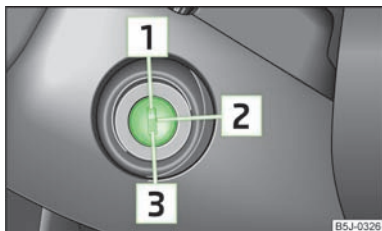

Abb. 79
- Das Kupplungspedal ganz durchtreten, die Zündung einschalten **2** » Abb. 79 und starten **3** - kein Gas geben. Das Kupplungspedal durchgetreten halten, bis der Motor anspringt.
» Abb. 79.